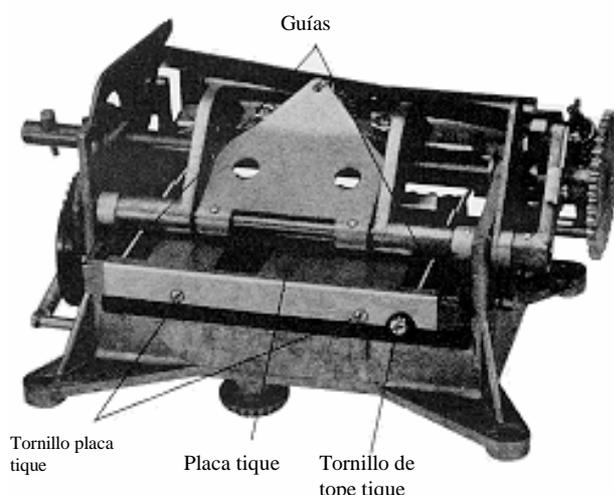

Figura 16. Guías de posición del tique y tornillo de tope
1. Para ajustar la profundidad del tique, destornillar el tornillo de tope del tique en la parte trasera de la plataforma (ver figura 16). Desplazar el dispositivo de parada hacia delante o hacia atrás, a continuación ajustar el tornillo.